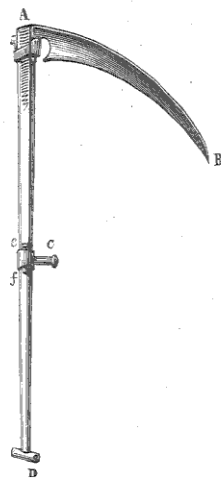
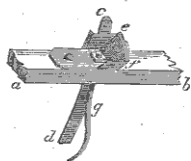
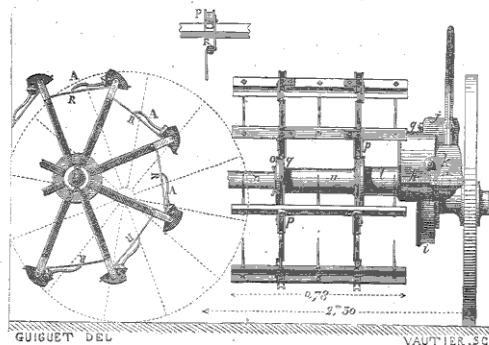
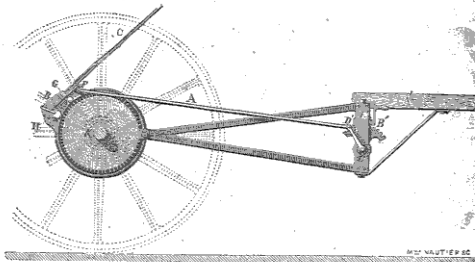

Fig. 70.
Fig. 79. Détail d'une dent de faneuse.
Fig. 80.
Fig. 81. Coupe longitudinale montrant la face interne, la roue et l'avant-train d'une faneuse.
- 1° D'une lame A B, fig. 70 ;
Quant à la machine en elle-même, elle se compose de deux petites carcasses de cylindre à six ou huit croisillons, d'une apparence analogue à celle des batteurs des petites machines à battre. L'axe *l* et *l'*, fig. 80, est le même pour les deux, et le mouvement circulaire leur est communiqué toujours, comme nous l'avons déjà vu bien des fois, par une roue dentée, placée contre le moyeu, fig. 81 (cachée sous *ji*, fig. 70), à l'aide d'un pignon denté terminant l'extrémité de l'axe commun de nos deux petits batteurs. Si on faisait marcher ainsi l'appareil, tout en le mettant à quelques centimètres au-dessus du sol, nous aurions exactement le mouvement des machines à battre. Mais chaque petite batte est munie d'un râteau à cinq dents et d'un ressort qui le maintient toujours dans le sens de son *croche* AA, fig. 80, mais qui cède pour le laisser replier en arrière, s'il rencontre un corps dur ou s'il est réglé trop près de terre. C'est là surtout que se trouvait le mérite du faneur de MM. Smith et Cie, qui depuis a été copié par presque tous les constructeurs. D'après la description générale qui précède, chaque faneur a donc quatre-vingts dents, réparties en seize râteaux détachés. Celui dont nous venons de parler fait partie des collections du Conservatoire.
La fig. 80 représente la coupe d'une des deux carcasses de la faneuse. Un espèce de moyeu creux très-allongé est traversé par l'axe *l*. De ce moyeu partent huit croisillons qui supportent : 1° un ressort *R*, qui sert pour la dent voisine ; 2° une dent croche emmanchée dans un sabot ayant à peu près la forme d'un quart de section de cylindre ; ce sabot est plat et fixé sur la traverse-support-général qu'on voit très-bien dans les fig. 79 et 80. Dans la fig. 80, les dents sont fermées et reposent sur le ressort *R*.
Dans la fig. 79 on trouve le détail de cette même griffe rabattue comme le sont celles de la fig. 80 : *dc* est le ressort, *ab* représente une fraction du support commun, *ef* la partie du sabot qui glisse sur le ressort quand on veut armer la griffe *g* de la faneuse.
roue qui porte tout le mécanisme. La roue a un axe indépendant, mais elle commande à tout à l'aide d'une roue dentée qui est encaissée dans la partie *ji* de la fig. 80, et qui est mise à nu dans la fig. 81.
Cette grande roue dentée est en rapport avec un pignon visible *G* dont nous dirons tout à l'heure l'usage, et avec un autre pignon qui n'est pas figuré et qui commande à l'axe *B*, celui des faneuses. Cet axe est en rapport avec un levier *CG*, inter-résistant, qui prend son point d'appui en face de *G*, fig. 81. Quand on pèse sur ce levier, le pignon de l'axe *B* des faneuses se désembraye et les roues de
Il faut se reporter à la fig. 81 pour saisir la marche de cet appareil nouveau. F est le point d'attache du pignon, A une tige d'appel qui va s'articuler en D' avec un petit levier que commande un segment de roue dentée, lequel obéit lui-même à une vis sans fin B'E' que commande la manivelle A'. Quand on tourne de façon à appeler le point F en avant vers le limon (on voit la partie postérieure de ce limon, à laquelle se rattachent deux longerons et un cadre de support), la calotte *ji* de la fig. 80 est attirée en tournant autour de l'axe de la roue K, fig. 81, l'axe B des faneuses obéit, et par conséquent les dents sont écartées du sol. Si on exagère cette manœuvre jusqu'à sa dernière limite, on enlève les faneuses assez haut pour que l'instrument puisse être transporté d'une pièce dans une autre; il faut avoir soin, en même temps, de
Dans la fig. 80 on voit les parties qui recouvrent toutes les pièces que nous venons de décrire : *ji* contient la grande roue de commande qui obéit à la roue de support ; *k* cache le pignon dont l'axe se voit en F, fig. 81 ; *gh* renferme le pignon de l'axe B, des faneuses.
Pour éviter les mouvements brusques, les secousses d'un temps d'arrêt immédiat, les faneuses ont été placées sur un essieu unique *nn*, fig. 80, avec une seule séparation, fixée par deux clavettes comme il y en a une en *o*. Mais le manchon *l* obéit seul au pignon de transmission ; il s'ensuit que, quand le mouvement est suspendu comme force vive, les faneuses peuvent encore tourner avec leur vitesse acquise jusqu'à ce qu'elles s'arrêtent naturellement, sans choc ni secousse.